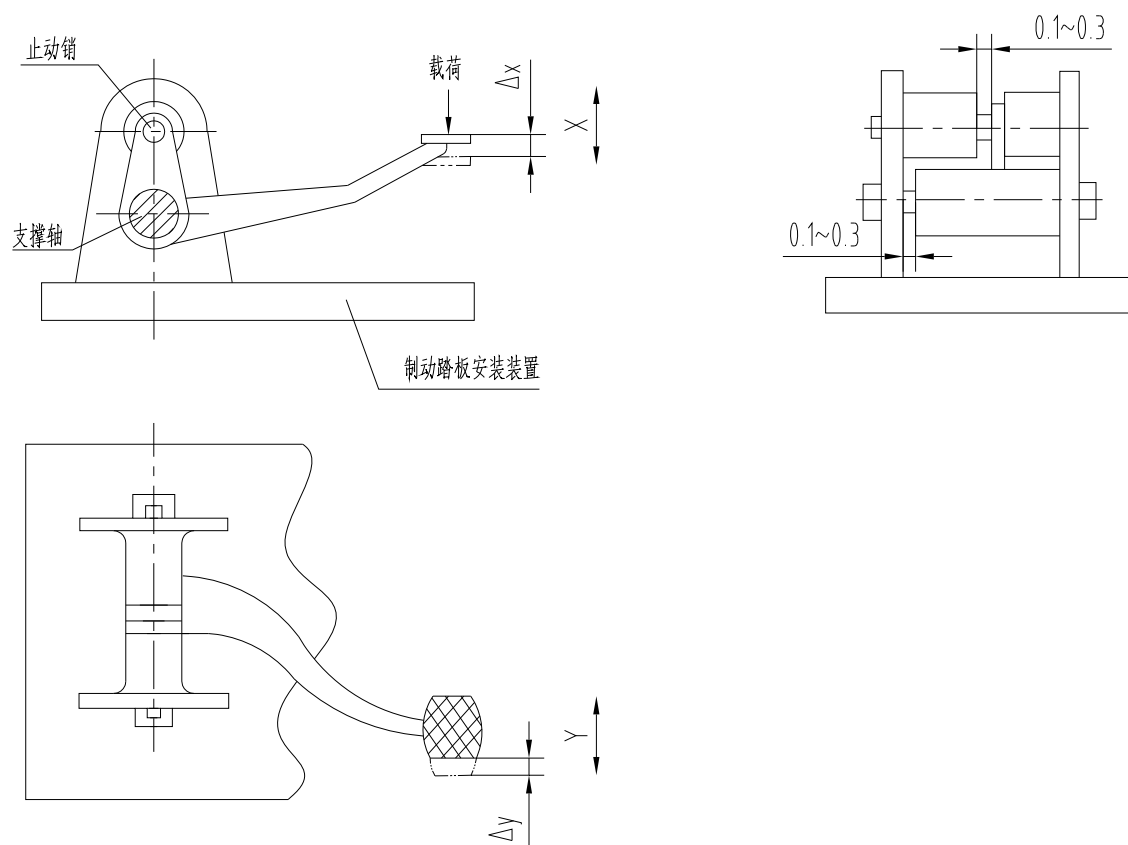

图2 试验装置示意图
试验装置如图2所示。装置的要求如下：
4.4.1 将试件安装在试验装置上（如图2），使踏板呈水平方向，并测定踏板面 x 和 y 方向的位置。
4.4.2 按图2所示在踏板中心沿垂直的方向（即 x 方向），以 $30 \text{ mm/min} \pm 2 \text{ mm/min}$ 的速度均匀施加载荷至 323N 时解除，然后测定踏板面在 x 和 y 方向的位置变动量 ΔX_1 和 Δy_1 。